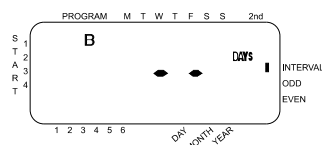

Ilustración 7: Pantalla LCD con días de riego
- Haga girar el dial a Intervalo de riego. El cursor parpadeará a la izquierda de la palabra Interval [Vea la ilustración 7].